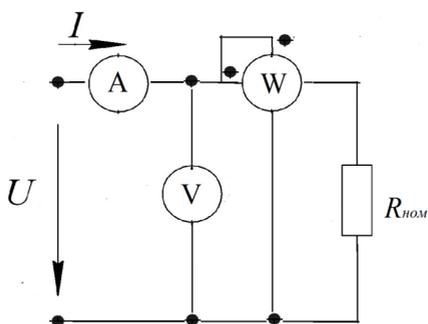

Рис. 1.1. Электрическая схема исследуемой цепи
В лабораторной работе исследуется линейная электрическая цепь постоянного тока. Схема исследуемой цепи (рис. 1.1) собирается с помощью соединительных проводов на наборной панели лабораторного стенда.
4. Соберите исследуемую цепь в соответствии с заданной схемой (рис. 1.1), установив на наборную панель сопротивление $R_{ном}$; последовательно включите мультиметр в режим измерения постоянного тока с диапазоном 200 мА. Запишите значение сопротивления в табл. 1.2.